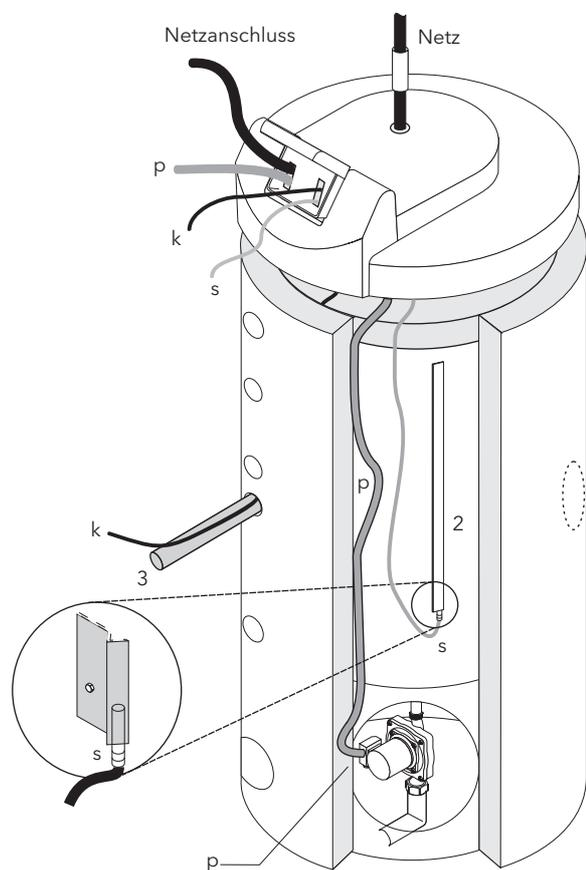

Bild 26 (2) Klemmleiste, (3) Kollektorkreisvorlauf, (s) Speichertemperaturfühler, (p) Pumpenanschlusskabel, (k) Kollektortemperaturfühler
- Netzkabel (mindestens 3 x 1,5 mm²) zum Solarregler führen und gemäß Montageanleitung SUNGO S anschließen. Beachten Sie dabei die örtlichen Vorschriften. Das Netzkabel kann durch die im Speicherdeckel sichtbaren Vertiefungen (e) eingeführt werden, dazu diese mit einem Messer ausschneiden und das Kabel durchführen (siehe auch Bild 26).
Fühler anschließen (Bild 26)